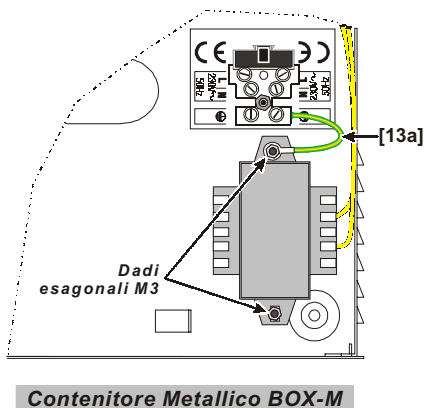

Fig. 3.2 - Particolare montaggio del cavetto di Terra [13a]
- 1 cavetto (Giallo-Verde) con capocorda [13a] di lunghezza 12 cm per il collegamento a Terra del contenitore metallico e del Trasformatore (Vedi Fig. 3.2)